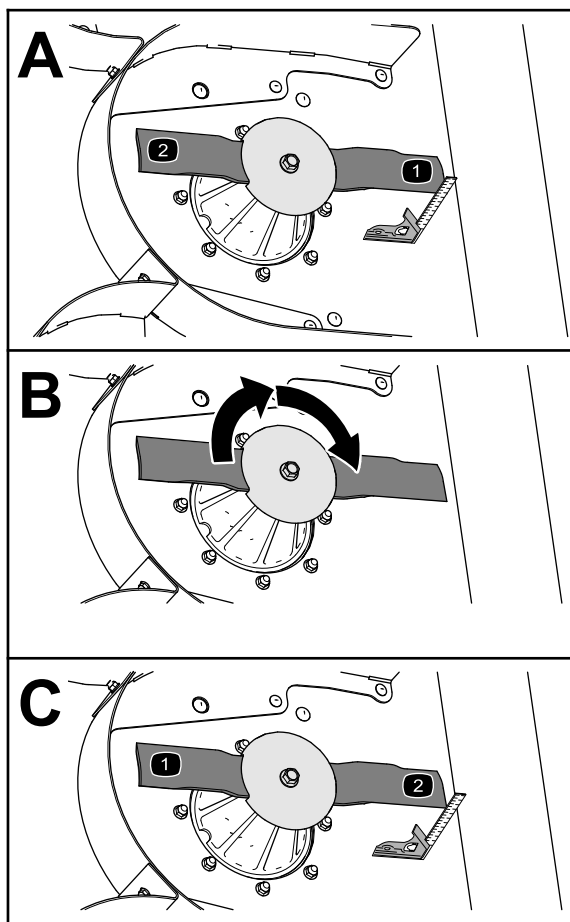

Figura 72
3. Utilizzate una squadra combinata per misurare la distanza tra l'area pulita del piatto di taglio e la punta del tagliente (Figura 72).
4. Ruotate la lama di 180° (Figura 72).
5. Misurate la distanza tra l'area pulita del piatto di taglio e la punta del tagliente (Figura 72).